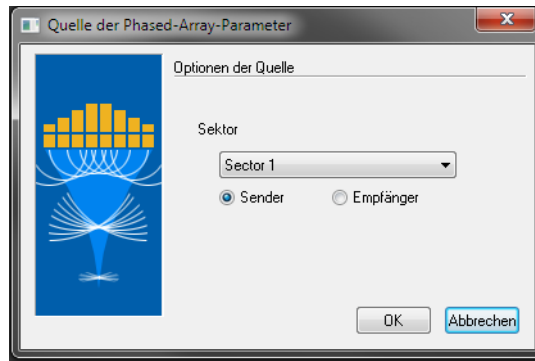

Abbildung 4-12 Dialogfeld Quelle der Phased-Array-Parameter
- a) Wählen Sie im Dialogfeld **Quelle der Phased-Array-Parameter** (siehe Abbildung 4-12 auf Seite 251), den zu bearbeitenden Sektor und dann den **Sender** aus und klicken Sie auf **Ok**.
- a) Wählen Sie im Dialogfeld **Quelle der Phased-Array-Parameter** (siehe Abbildung 4-12 auf Seite 251) den zu bearbeitenden Sektor und dann den **Sender** aus und klicken Sie auf **Ok**.
- a) Wählen Sie im Dialogfeld **Quelle der Phased-Array-Parameter** (siehe Abbildung 4-12 auf Seite 251), den zu bearbeitenden Sektor und dann den **Empfänger** aus und klicken Sie auf **Ok**.